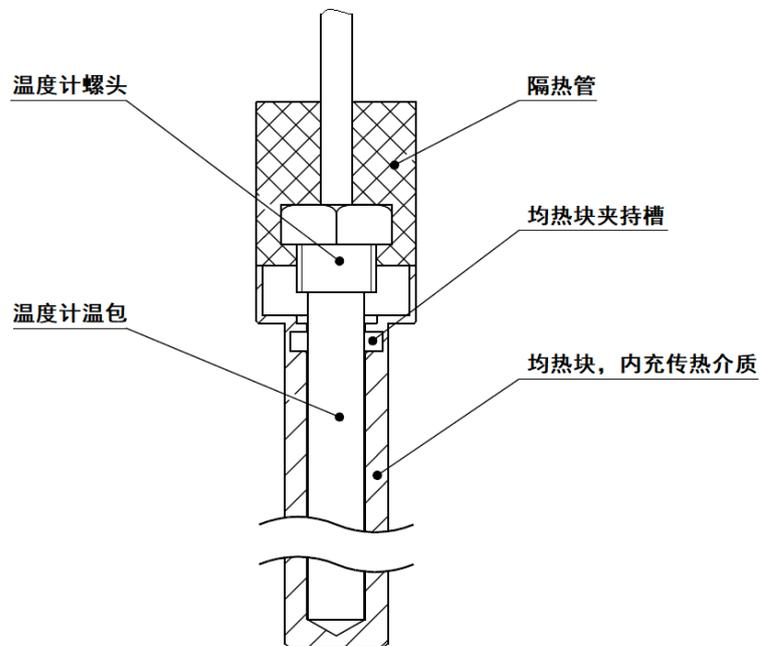

图 12 变压器型温度传感器校准示意图
- 6) 用隔热管包裹温度传感器裸露金属杆及螺头，组装后示意图见图 12。